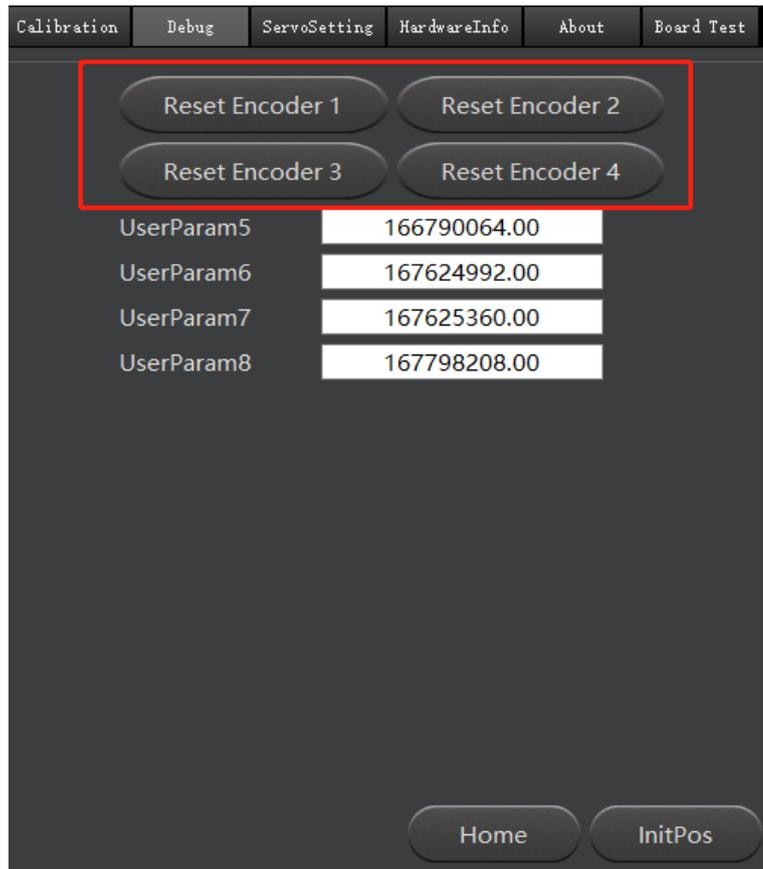

图 7.15 复位编码器
3. 在“Debug”页签分别单击“Reset Encoder1”、“Reset Encoder2”、“Reset Encoder3”和“Reset Encoder4”，复位J1、J2、J3和J4轴的编码器，如图 7.15 所示。